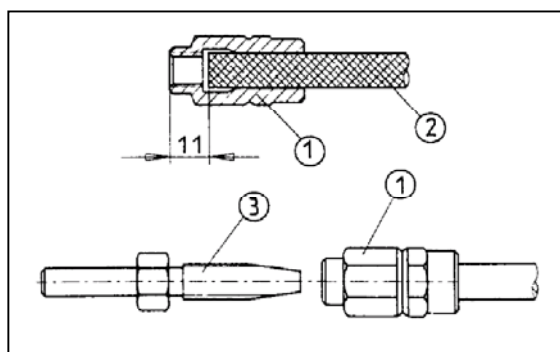

Рис.7 Предмонтажная подготовка
- * Обойма 1 (Рис.7) наворачивается (левое вращение) на шланг 2 до показанного размера (11 мм). После чего наконечник 3 ввернуть в обойму.